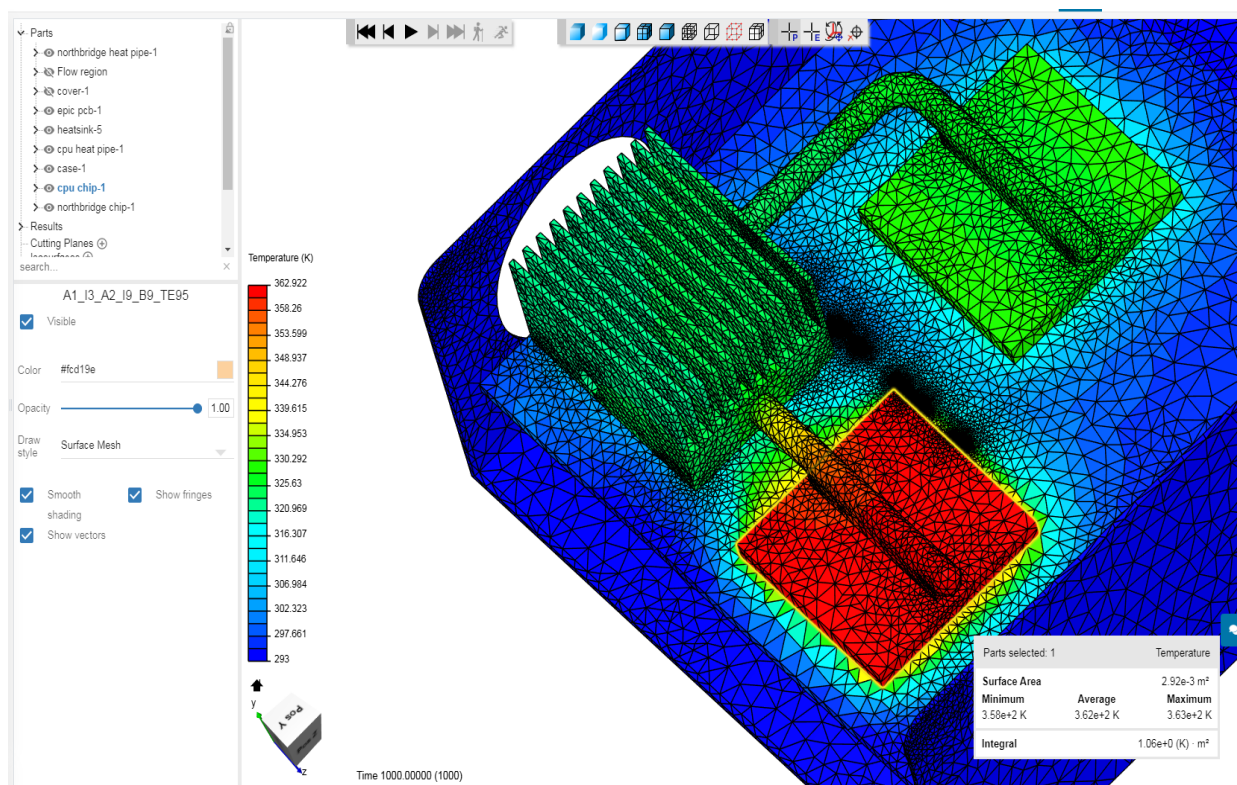

Рисунок 8 Температурные поля на поверхности
16.3. Проанализировать отличия температур поверхностей (Рисунок 8 Температурные поля на поверхности) в зависимости от условий теплосъема.